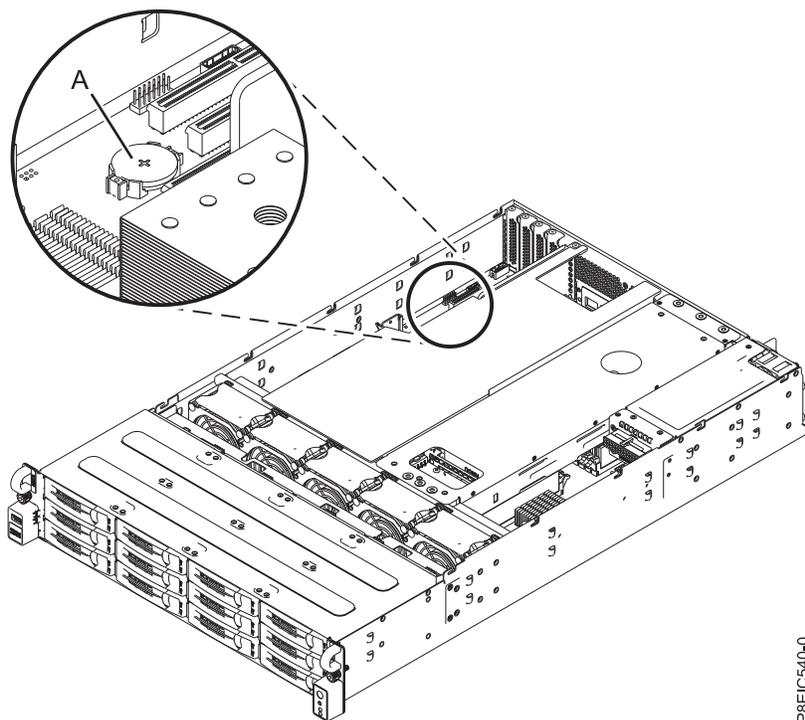

Figura 106. Ubicación de la batería de la hora del día
2. Si los adaptadores PCIe están en las ranuras 2 y 3, bloqueando la batería de hora del día (A), tal como se muestra en Figura 106, etiquete y extraiga los adaptadores. Si desea más instrucciones, consulte “Extracción de un adaptador de PCIe de 8348-21C” en la página 40.
3. Extraiga y sustituya la batería de la hora del día (A), tal como se indica en Figura 106. Cuando extraiga la batería, no utilice una herramienta metálica para sacarla de su ranura. La orientación del signo + de la batería queda hacia arriba.